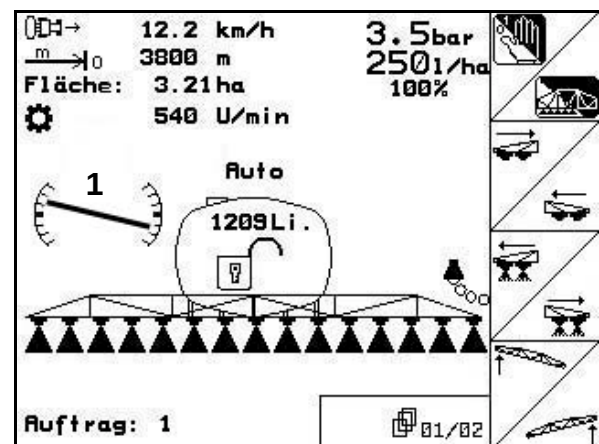

Fig. 126
- En el menú Trabajo, el símbolo regulación de inclinación (Fig. 126/1) muestra la inclinación seleccionada del varillaje de rociado. Aquí está levantado el lado izquierdo del varillaje de rociado.